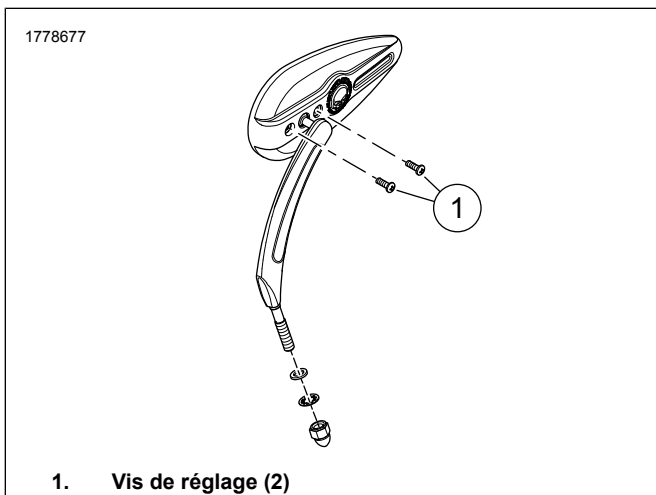

Figure 4. Vis de réglage de la tension du pivot
1. Voir la figure 4. Régler la tension du pivot.
- a. Serrer les vis de réglage (1) par incréments. Serrer.